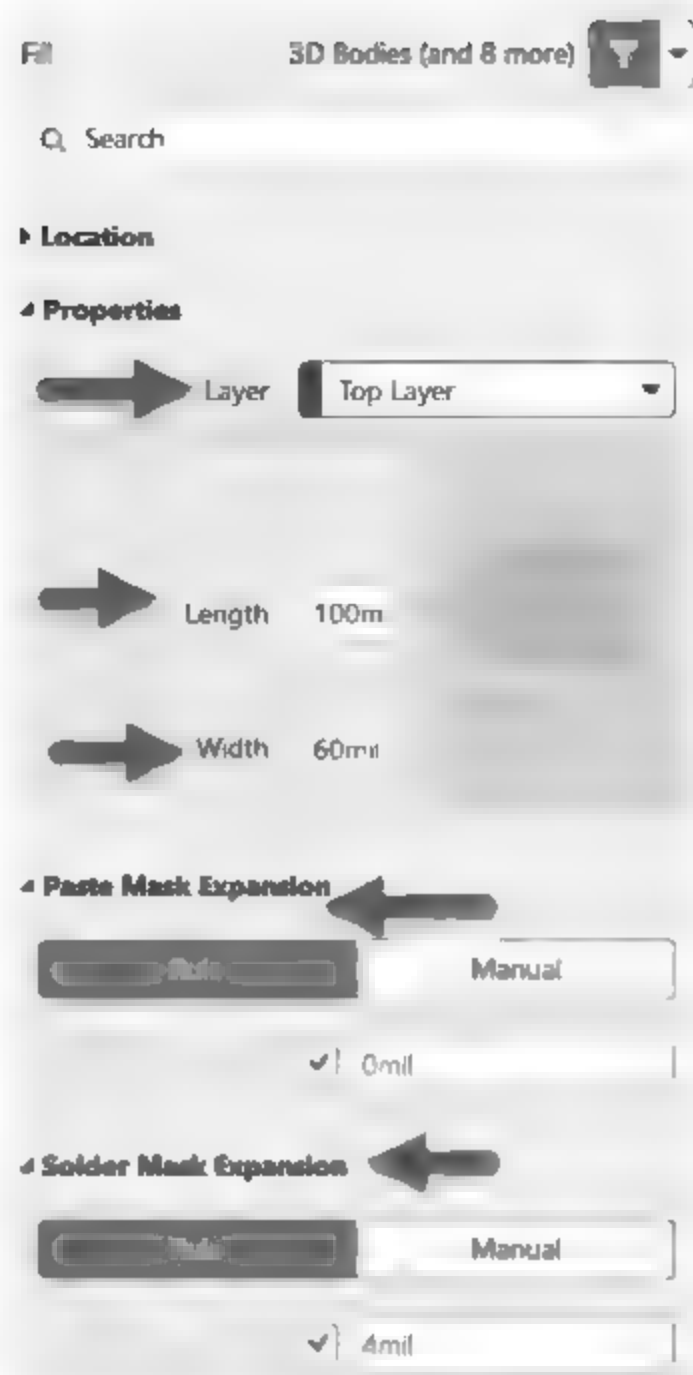

图 3-30 填充属性编辑面板
- (1) 执行菜单栏中“放置”→“填充”命令,或者单击工具栏中的“放置填充”按钮 , 光标变成十字形状。
- (2) 将光标移到要放置填充的位置,单击鼠标确定填充的一个顶点,移动光标到合适的位置再一次单击确定其对角顶点,从而完成填充的绘制。
- (3) 此时仍处于放置填充状态,重复步骤(2)的操作即可绘制其他的填充。
- (4) 设置填充属性。双击需要设置属性的填充(或在绘制状态下按 Tab 键),系统将弹出相应的填充属性编辑面板,如图 3-30 所示。